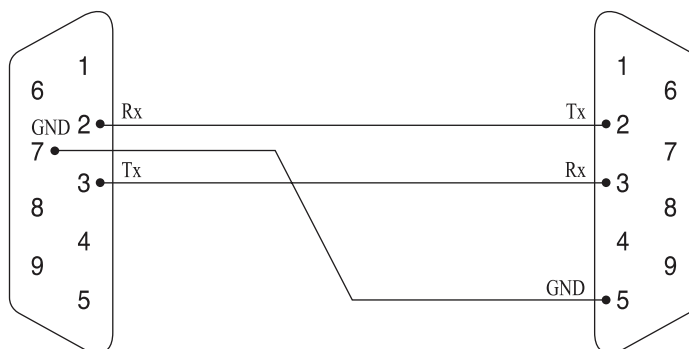

Рисунок 8.1 – Схема распайки кабеля для подключения весов к принтеру.
Для подключения весов к внешнему устройству (принтеру «DEP-50», компьютеру или другому внешнему устройству) по интерфейсу «RS-232C» необходимо наличие кабеля с соответствующей распайкой (см. рисунок 8.1 и 8.2). Скорость обмена данными, установленная на принтере или компьютере должна быть равна скорости обмена данными, установленной на весах.
- ❑ Подключите к весам внешнее устройство (принтер «DEP-50» или компьютер) при помощи соответствующего кабеля (см. рисунок 8.1 и 8.2).